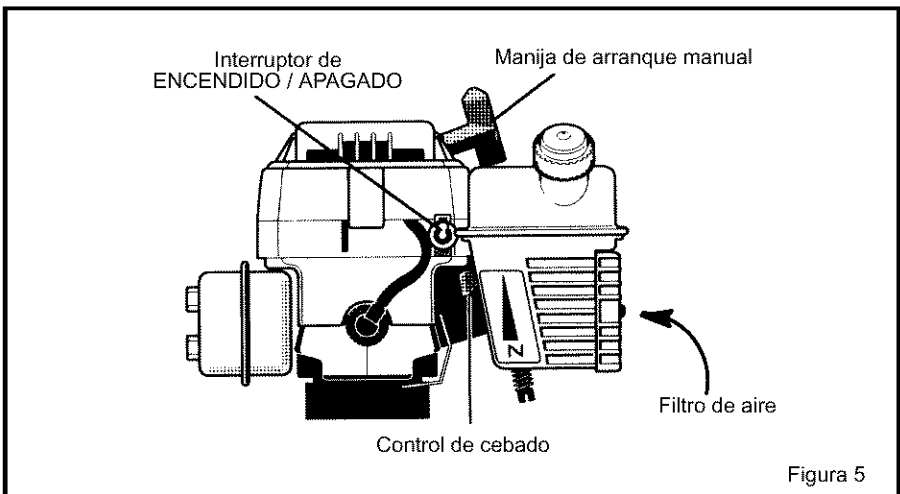

Figura 5
2. Mueva el interruptor de encendido—apagado (on—off) a la posición ON (vea la Figura 5).